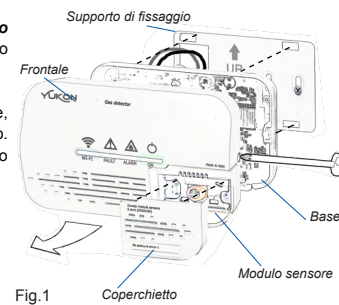

Fig.1
- Inserire i ganci della **Base** nei fori del **Supporto di fissaggio** e trascinare verso destra la **Base** fino ad incastro avvenuto (Fig. 1).